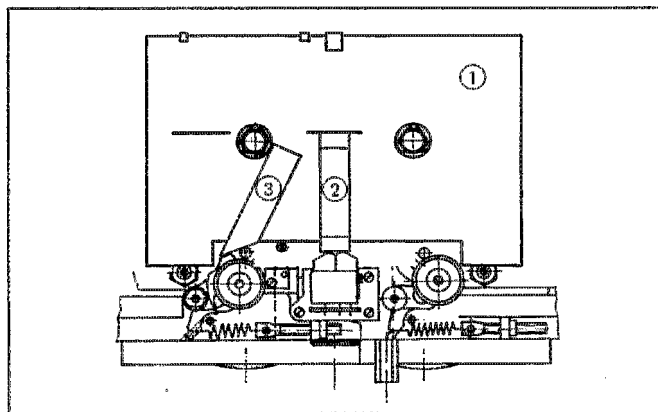
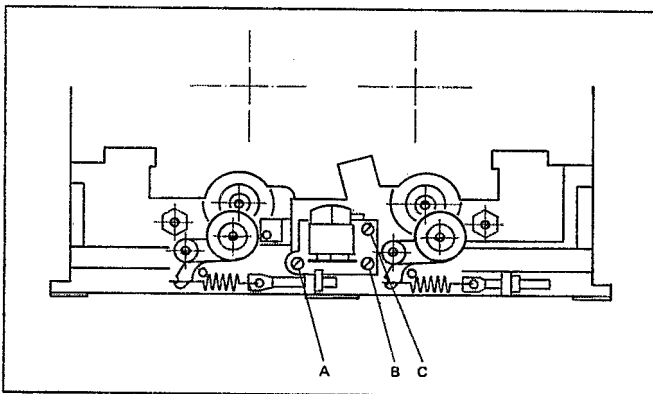

Fig. 3.5
Fig. 3.8
- den Mess-Schieber für die Eintauchtiefe [2] mit dem rechtwinkligen Ende gegen die Tonköpfe auflegen (siehe Fig. 3.5)
- die Höhe ist mit den Schrauben [B] und [C] so einzustellen, dass bei eingelegter Lehre der Schieber [2], ohne seitlich zu streifen durch die Bandführung (rechts des Tonkopfes) geschoben werden kann (Fig. 3.5).
- die Kopfhöhe ist mit Schraube [B] (Fig. 3.8) so einzustellen, dass der Tonkopf auf Spalthöhe rechtwinklig zu der Kopfträgerlehre steht. (Dies kann mit dem Schieber [2] (Fig. 3.5) kontrolliert werden. Wenn die angefräste Seite gegen den Wiedergabekopf zeigt, muss der Luftspalt zwischen Kopf und Schieber parallel verlaufen)
- Einstell-Lehre-Tonkopf (Best. Nr. 46172) [1] einlegen (Fig. 3.5)